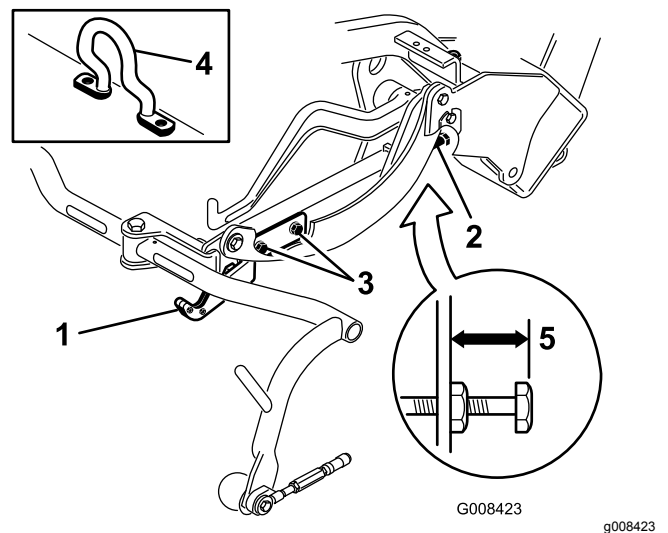
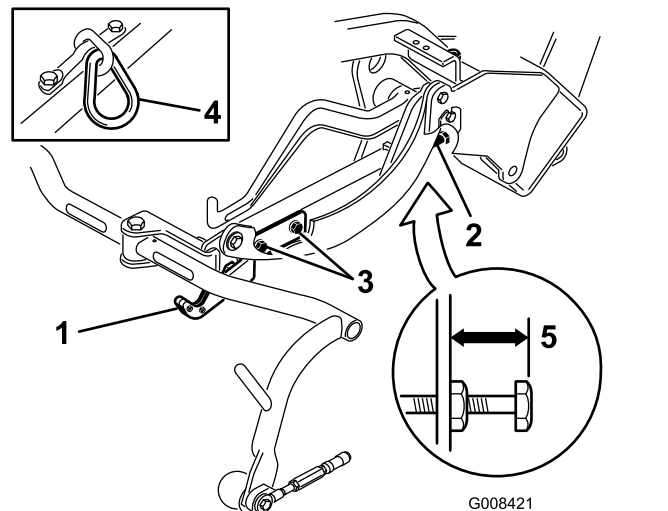
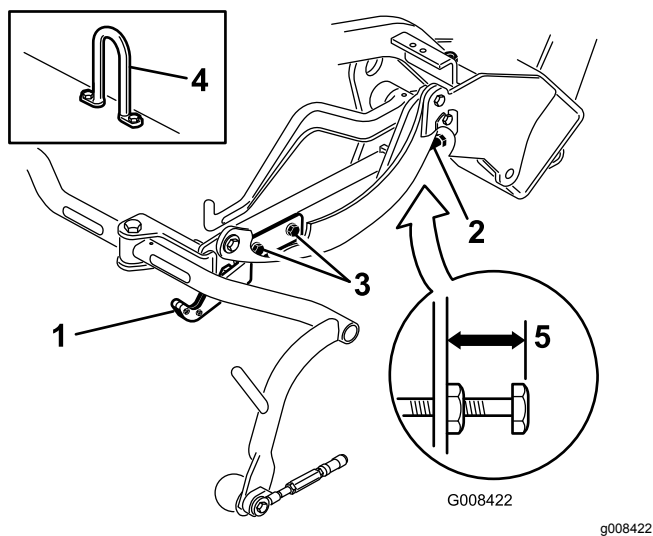

Bild 12
Bild 13
Bild 14
3. An Schneideinheiten, die ein Kettenglied oder einen geraden Hubhaken haben (Bild 13 und Bild 14, Einsätze) müssen Sie darauf achten, dass der Abstand von der Oberkante der Einstellschraube am Trägerrahmen bis zur Rückseite des Trägerrahmens 22 mm beträgt. Sollte der Abstand nicht 22 mm sein, gehen Sie auf Schritt 4. Wenn die Schneideinheit mit einem Versatzhublenker (Bild 12) ausgestattet ist, gehen Sie auf den nächsten Schritt.
Prüfen Sie die Transporthöhe (Bild 13 und Bild 14) und stellen Sie diese ggf. ein.
2. An Schneideeinheiten, die einen Versatzhubhaken haben (Bild 12, Einsatz) müssen Sie darauf achten, dass der Abstand von der Oberkante der Einstellschraube am Trägerrahmen bis zur Rückseite des Trägerrahmens 25 mm beträgt. Sollte der Abstand nicht 25 mm betragen, gehen Sie auf Schritt 4.
4. Lockern Sie die Befestigungsschrauben an der Transportplatte (**Bild 13**, **Bild 14** und **Bild 12**).
7. Wenn die Trägerrahmen nicht dieselbe Höhe aufweisen, lösen Sie die Klemmmutter an der Einstellschraube des Trägerrahmens (**Bild 12**, **Bild 13** und **Bild 14**). Drehen Sie die Schraube raus, um den Trägerrahmen anzuheben, oder drehen Sie die Schraube rein, um ihn abzusenken. Ziehen Sie die Klemmmutter wieder an, nachdem Sie die korrekte Höhe eingestellt haben.